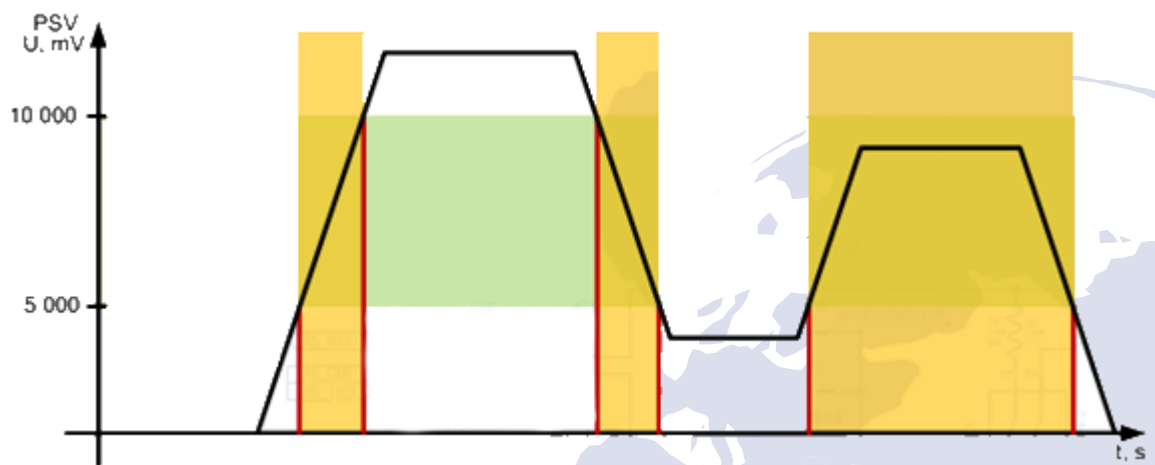

Рисунок 7 – Генерация события по возврату/выходу в/из диапазона.
*Пример:* Нижний порог напряжения питания задан 5 В (5000 мВ), верхний порог – 10 В (10000 мВ). Когда фактическое напряжение пересекает границы заданного диапазона, генерируется событие (рисунок 7).